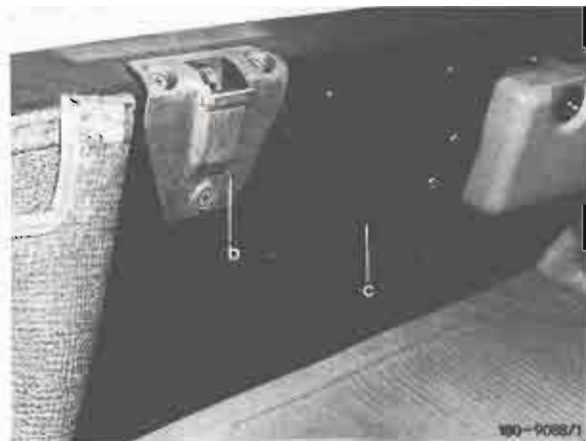

Bild 20
47 Teppichverkleidung lösen und nach rechts ziehen (Bild 20).
48 Schloßkörper (b) und Abdeckung (c) ausbauen (Bild 20).
55 Abdeckung (36) mit den vorhandenen Blechschrauben am Heckmittelstück anschrauben (Bild 20).